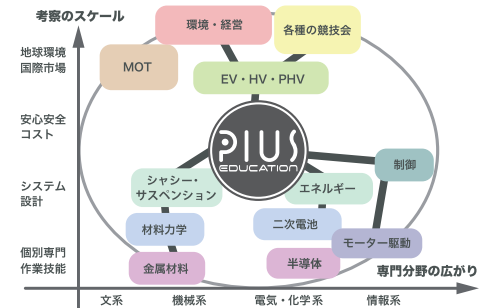

図2 競技会出場のための構成
- 図2をご覧ください。これはPIUSを競技会で使うために、グループ作業を行う関係であると考えてください。大会規定を解釈するMOT部門、エネルギー部門を担当する人、モーター制御している人たちが、チーム活動により連携作業をしていました。